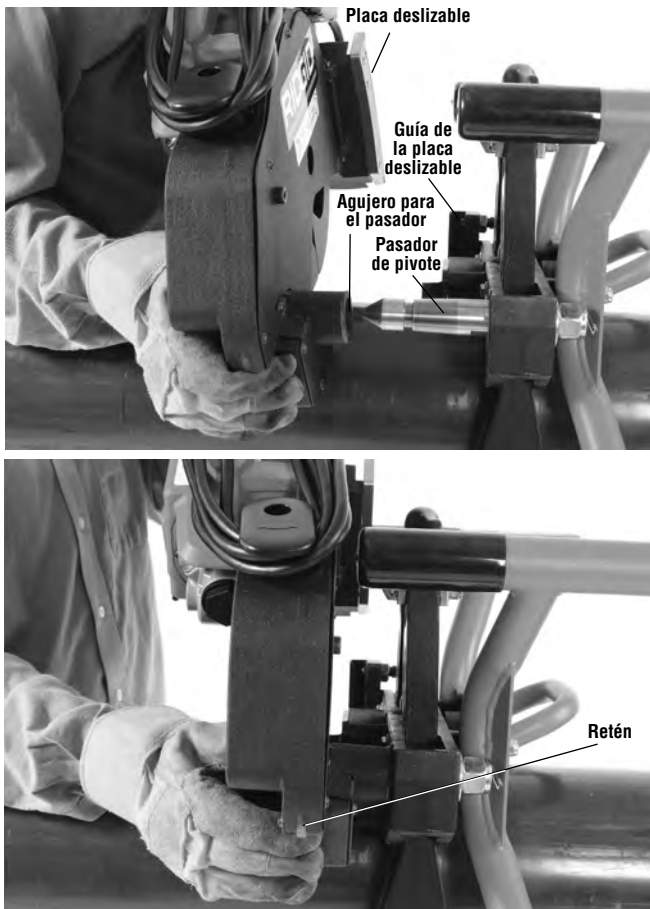

Figura 11 – Alineamiento del pasador de pivote
- Agarre firmemente la sierra cortatubos transportable PCS-500 por el mango y la empuñadura del pivote. El agujero del pasador de pivote en la sierra cortatubos se debe alinear con el pasador de pivote de la abrazadera. La placa deslizante debe estar más arriba que la guía de la placa deslizante. *Vea la Figura 11.*
4. Presione el retén sobre la sierra cortatubos para desencajar el pasador de pivote. Deslice la sierra sobre el pasador de pivote para separar las unidades. Vea la *Figura 11*.